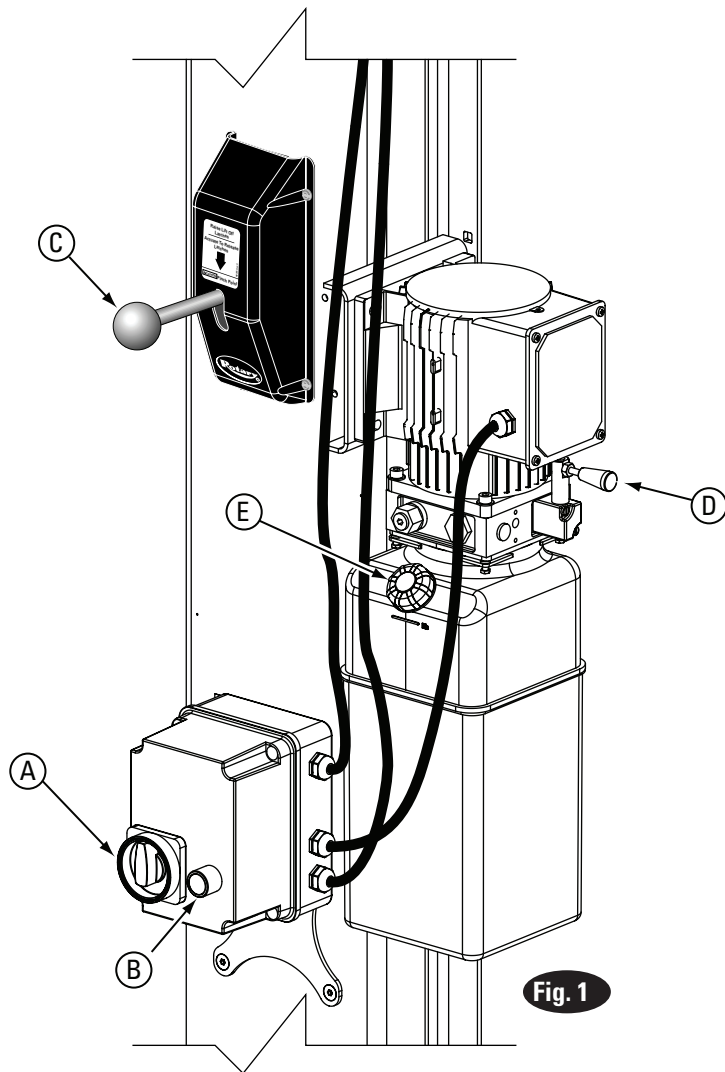

Fig. 1 Detail
- Coloque el interruptor de parada de emergencia en la posición de encendido “ON”, Fig. 1.
- Para los elevadores de la serie M: Accione el interruptor ELEVAR en la caja de mando para elevar el elevador, Fig. 1.
- Accione la palanca de la VÁLVULA de descenso, Fig. 1.